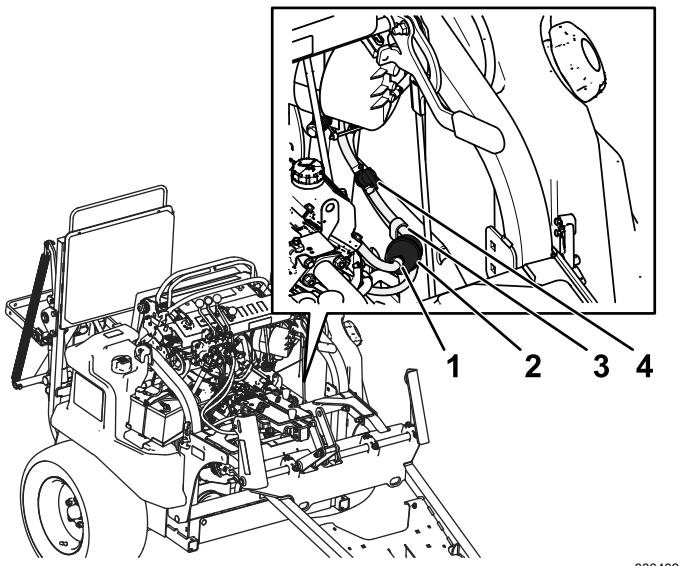

Figura 85
8. Bloquee los tubos de combustible en ambos lados del filtro de combustible (Figura 85).
9. Apriete los extremos de las abrazaderas y deslícelas por el tubo alejándolas del filtro (Figura 85).